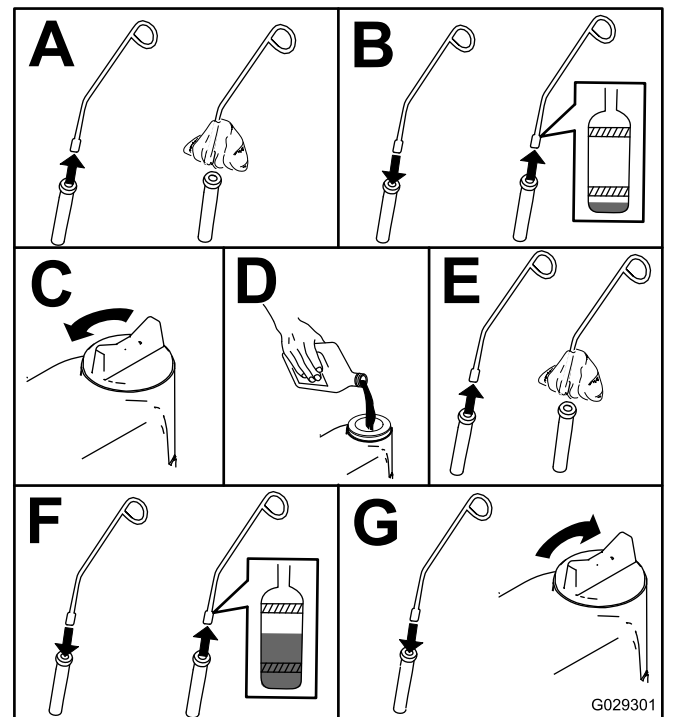

Figura 42
4. Controllate il livello dell'olio motore come mostrato nella Figura 42.